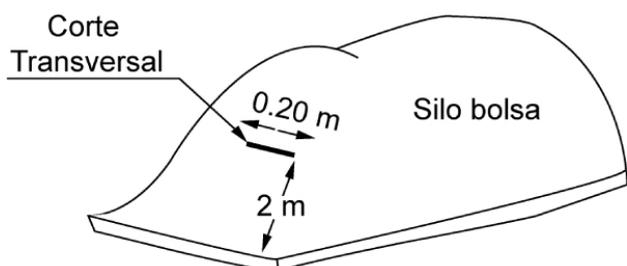

Figura 5.8: Corte transversal no silo bolsa
1.1) Efetuar um pequeno corte transversal de uns 20 cm de comprimento e uns 2 metros de altura da base, em uma das extremidades do silo bolsa, como mostra a figura 5.8.